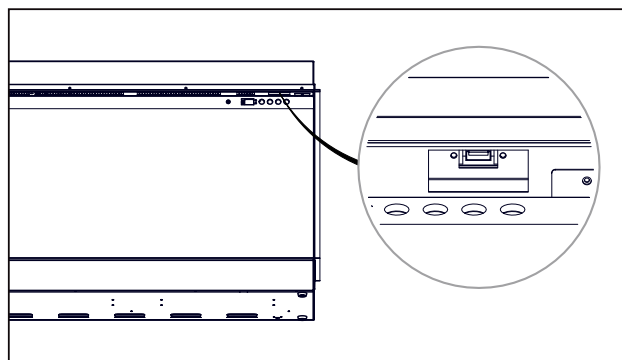

Fig. 35
1. Retirez la **clé USB** de votre appareil. Elle se trouve sur le dessus du panneau de commande (**Fig. 35**)